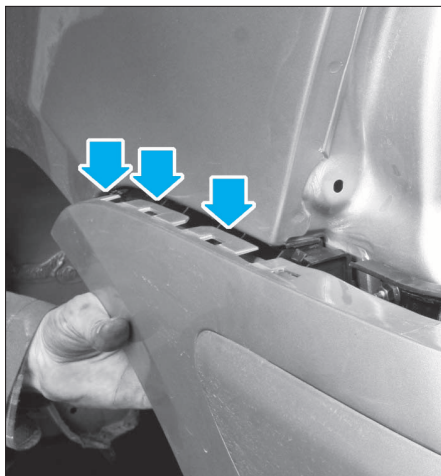

FIG. 114
- De chaque côté, déclipper le pare-chocs (Fig.114).